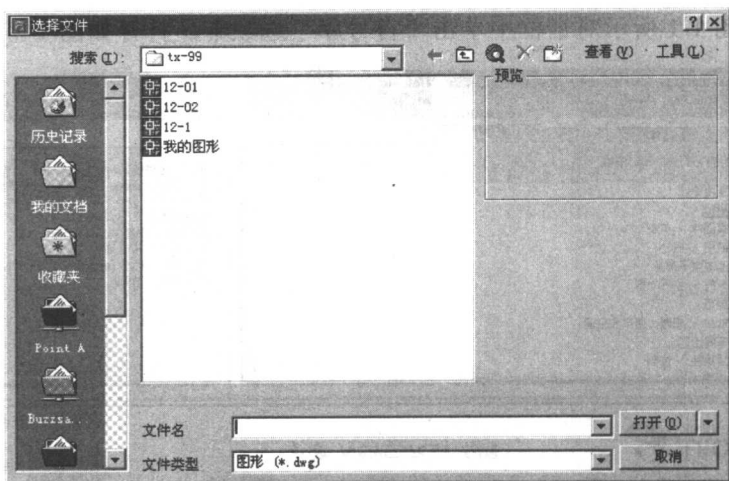

图 1-2
(1) 在如图 1-1 所示窗口中选择“浏览”选项, 打开如图 1-2 所示对话框。